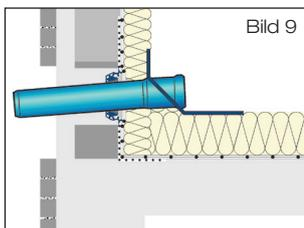

Bild 9
2.2 Ablaufrohr mit Klebeflansch entsprechend der baulichen Gegebenheiten ablängen. Dichtelement des Schiebeflansches innen und Auslauf des Ablaufrohres mit Klebeflansch außen hinreichend mit LORO-X Gleitmittel versehen. Ablaufrohr mit Klebeflansch in den Schiebeflansch bis in seine Einbauposition einführen (Bild 9). Entstandene Hohlräume in der Wärmedämmung schließen. Auslaufrohr im Wandbereich mit ausreichender Wärmedämmung versehen und Dachablauf fixieren.